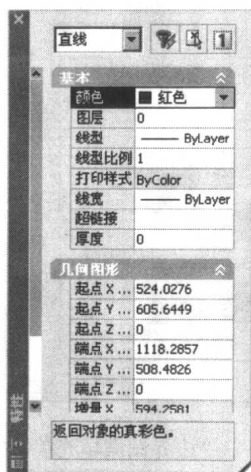

图 1.1 “特性”选项板
- **“特性”选项板** 通过“特性”选项板(见图1.1), 可以方便地查看选定对象的特性设置, 并可以通过在“特性”选项板中设置新值来修改选定对象的特性, 而不必使用命令来更改不同类型对象的各种特性。